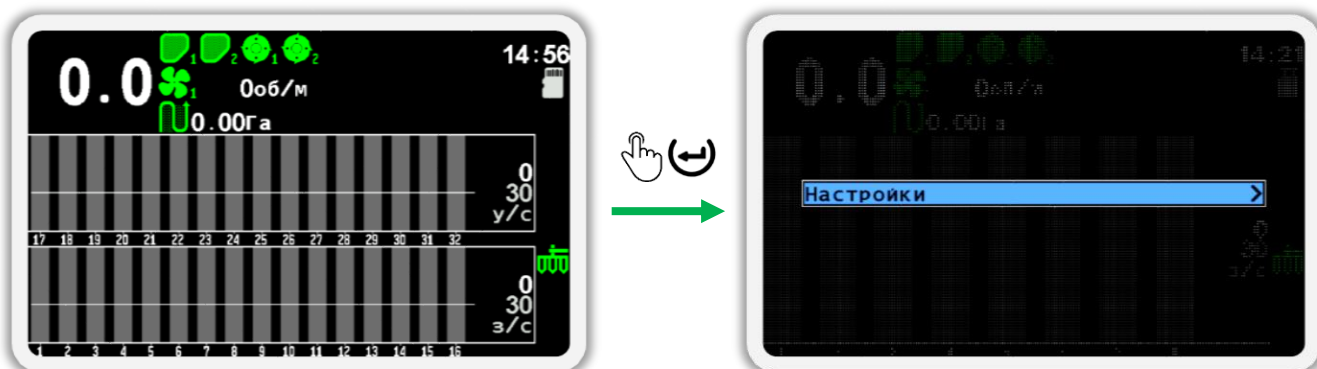

Рисунок 26
1. На главном экране нажмите кнопку  «Меню». В результате на экране будет показано меню главного экрана с единственным пунктом -  «Настройки» (см. Рисунок 26).